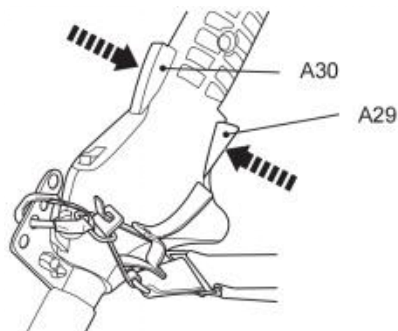

Fig. 41
8. Tryck på gasreglaget (A30) och gasreglaget (A29) för att använda produkten (bild 41).